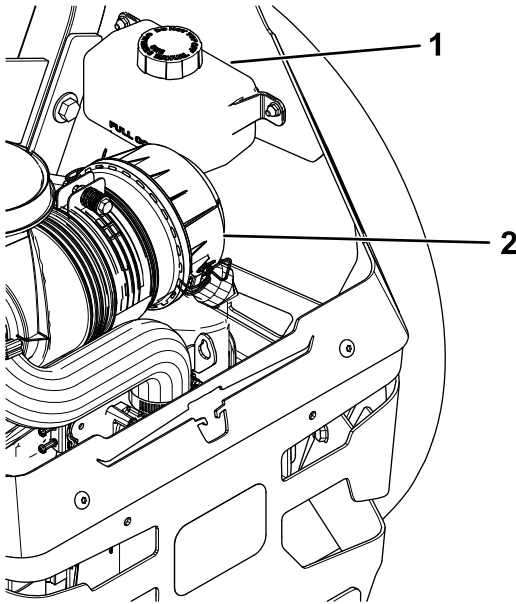

Figure 70
2. Vérifiez le niveau dans le vase d'expansion et faites l'appoint d'huile Toro® HYPR-OIL™ 500 au besoin pour faire monter le niveau jusqu'au repère maximum à froid (FULL COLD) (Figure 70).